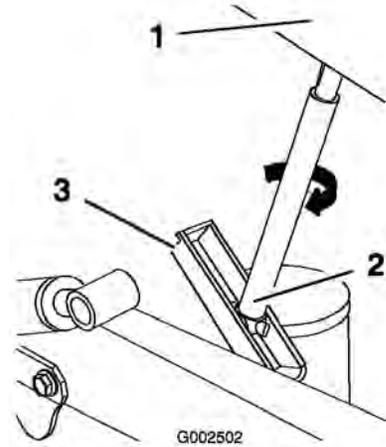

図 17
2. タンクを更に下降させ、プロップロッドを90度回転させてプロップロッド・サポート(図 17)に入れる。